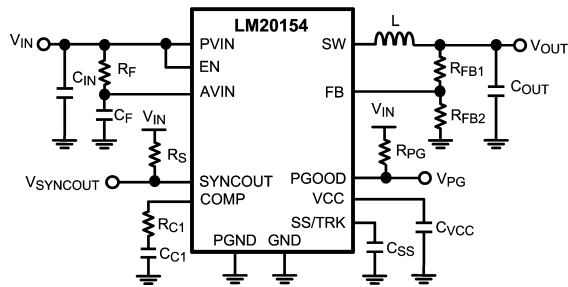

FIGURE 2. Typical Application Circuit
LM20154 は、できる限り少ない外付け部品で効率的な低電圧降圧レギュレータを実装するために必要なすべての機能を備えたスイッチング・レギュレータです。この使いやすいレギュレータは、2つのスイッチ素子を内蔵し、最大 4A の連続出力電流を供給できます。レギュレータは非線形スロープ補償によるピーク電流モード制御により、出力電圧範囲全体にわたり最適な安定性および過渡応答を実現します。ピーク電流モード制御は、入力電圧フィードフォワード、サイクルごとの電流制限、ループ補償が簡単という特長を原理的に備えています。最大 96% の効率を達成すると同時に、1MHz 固定の動作周波数によりインダクタ・サイズを最小化します。高精度な内部電圧リファレンスにより、出力を 0.8V という低電圧に設定できます。そのほか、電流制限、サーマル・シャットダウン、オーバーボルテージ保護、シャットダウン機能を備えています。デバイスは放熱を助ける露出パッドを組み込んだ eTSSOP-16 パッケージで供給されます。5V または 3.3V バスから効率的に降圧する目的で、LM20154 は数多くのアプリケーションに適用することが可能です。LM20154 の一般的なアプリケーション回路は設計ガイドラインの Figure 2 に示しています。
この項では、全機能を有する電源の構築に必要な外付け部品の選定方法を段階を踏んで説明します。どのような DC/DC コンバータの設計であっても、効率、実装面積、性能が最適化のトレードオフになります。このセクションではこれらの設計条件について詳しく取り上げます。部品選定を簡易化するために、下の Figure 2 に示す回路を参考として使用します。特記のない限り、すべての式において単位は電流をアンペア (A)、容量をファラッド (F)、インダクタンスをヘンリー (H)、電圧をボルト (V) とします。
高周波ノイズのスパイクによって AVIN ピンおよび AGND ピンに接続された高感度のアナログ回路が妨害されることを防ぐため、PVIN と AVIN の間に高周波数 RC フィルタが必要となります。これらの部品は Figure 2 に C_F および R_F として示されています。